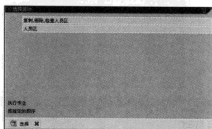

图 6-4 选择“人员区”选项
STEP 1 在命令栏输入 SPRO 命令，通过菜单选择“企业结构→定义→人力资源管理→人员范围”选项，在弹出的“选择活动”界面中选择“人员区”选项，如图 6-4 所示。